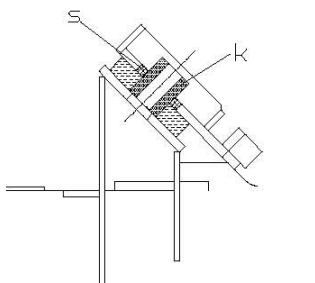
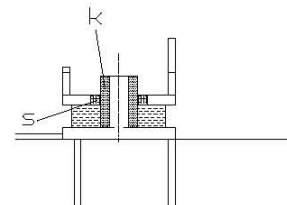

図9
図10
7.カラー(k)4ヶ所、新小マウント(s)4ヶ所を取り付ける。・・・図9、図10